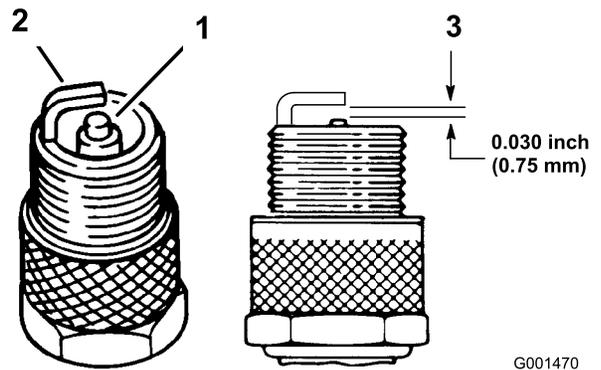

Figure 50
2. Contrôlez l'écartement entre l'électrode centrale et l'électrode latérale (Figure 50). Courbez l'électrode latérale (Figure 50) si l'écartement est incorrect.
1. Examinez le centre des bougies (Figure 50). Si le bec de l'isolateur est recouvert d'un léger dépôt gris ou brun, le moteur fonctionne correctement. S'il est recouvert d'un dépôt noir, cela signifie généralement que le filtre à air est encrassé.
3. Connectez les bougies (Figure 50).